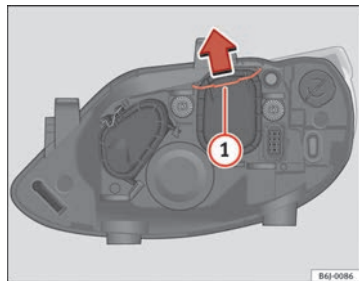

Fig. 142 Feux de croisement
- Déplacez le tirant ⇒ fig. 142 ① dans le sens de la flèche puis retirez le cache.